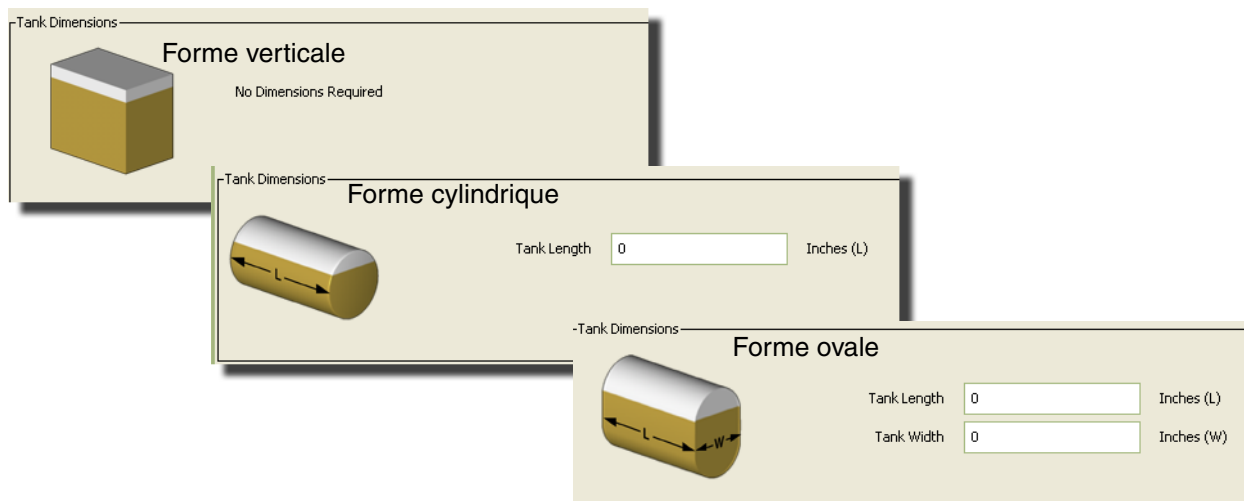

FIG. 102
- **Forme de réservoir :** Sélectionnez verticale (par défaut), cylindrique ou ovale. Des informations supplémentaires sur les dimensions sont nécessaires pour les réservoirs de forme cylindrique ou ovale (Voir FIG. 102).